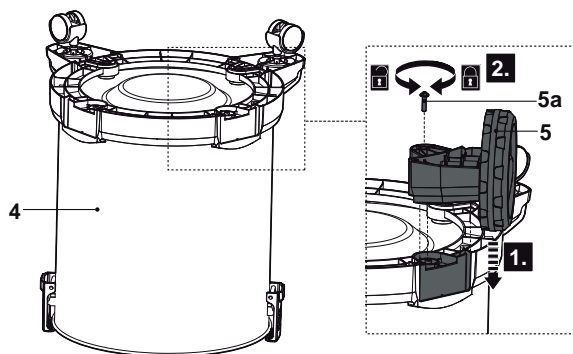

Fig. 3
> Alinee y deslice las ruedas traseras (5) por los soportes. Las ruedas traseras y la base de la aspiradora están marcadas con los números 1 y 2. Introduzca la rueda 1 en la ranura 1 de la parte posterior de la aspiradora; introduzca la rueda 2 en la ranura 2 de la parte posterior de la aspiradora. Fije la conexión con los tornillos (5a) usando un destornillador de estrella adecuado (Fig. 3 y 4).